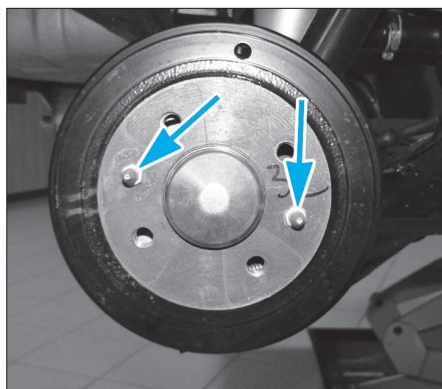

FIG. 12
- Déposer les deux vis de fixation du tambour (Fig.12).